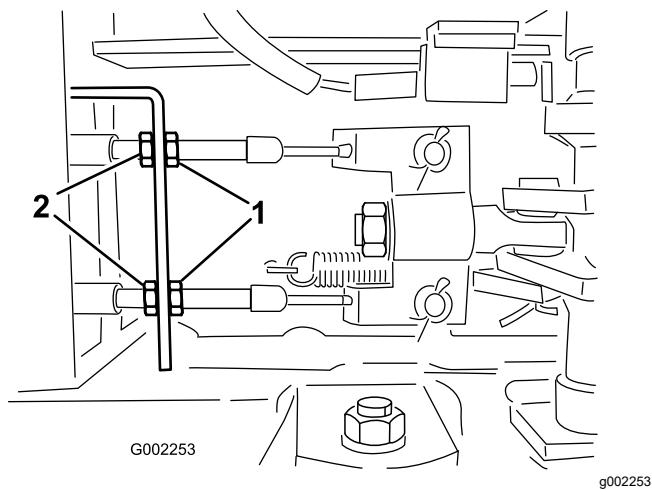

Bild 93
5. Lösen Sie die vorderen Klemmmuttern an den Bremskabel unter der Vorderseite des Sprühfahrzeugs (Bild 93).
6. Ziehen Sie die hinteren Klemmmuttern gleichmäßig an, bis das Spiel des Bremspedals 1-2 cm beträgt, bevor Sie einen Widerstand spüren (Bild 93).